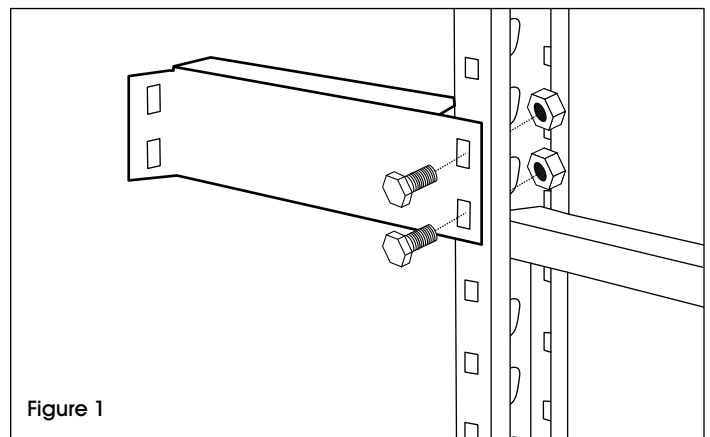

Figure 1
1. Fixez les supports muraux au montant du rayonnage à palettes à l'aide d'écrous et de boulons. (Voir Figure 1)